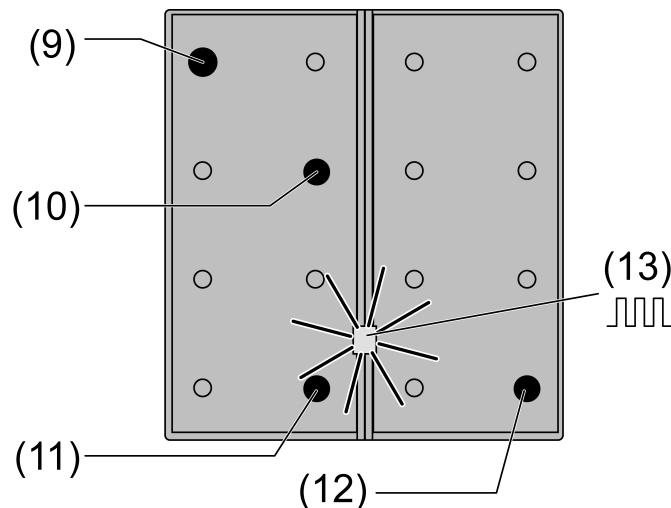

Figura 3: Activación del modo de programación
- En función de la versión del aparato (1x ... 4x), pulsar la tecla superior izquierda y la tecla inferior derecha (véase figura 3) y mantenerlas pulsadas.
- En función de la versión del aparato (1x ... 4x), pulsar la tecla superior izquierda y la tecla inferior derecha (véase figura 3) y mantenerlas pulsadas > 5 segundos hasta que el LED de funcionamiento parpadee rápidamente (aprox. 4 Hz).